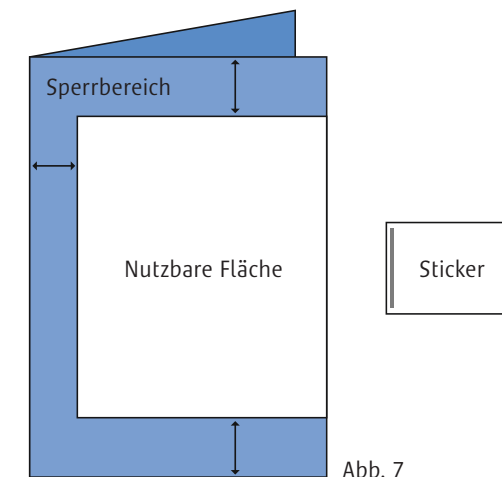

Abb. 7
- Der Sticker oder die Karte muss mindestens 3.5 cm von der gefalteten Seite und 6 cm von der oberen und unteren Schnittkante angeleimt werden. Der Sticker muss mit einer durch gehenden Strich-Leimung versehen werden, die max. 2 mm Abstand zum Rand hat. Die Leimung muss auf der geschlossenen Seite des Trägers angebracht werden (vgl. Abb. 7).